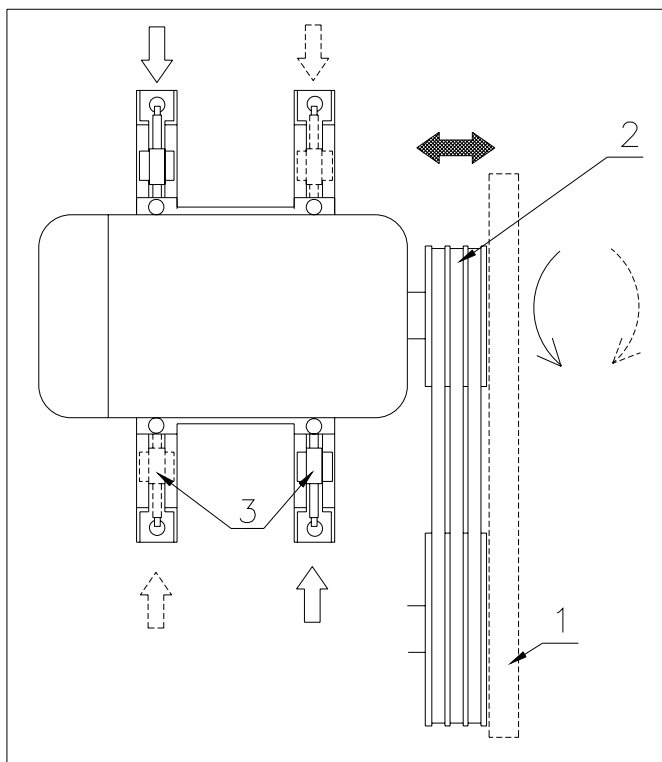

Fig. 7.7
Kontroller (etter justeringen) om begge remskivene fremdeles er i linje (se fig. 7.7).
Om nødvendig kan motorens remskive forskyves på akselen. For å gjøre dette løsnes de 3 justeringsskruene i navets klemhylse litt løs og trykkes remskiven mot motoren. Hvis remskiven og klemmehylsen sitter løst fra hverandre, kan skiven forskyves på motorakselen. Sett remskiven i riktig stilling og stram justeringsskruene. Kontroller opprettingen på nytt, for mens klemmehylsen skrues fast kan remskiven forskyve seg litt. Hvis motorakselen ikke er parallell med pumpeakselen, kan motoren vris som vist i fig. 7.7. For å gjøre dette løsnes motorboltene litt og justeres motoren med strammerne (3). Om nødvendig kan en av strammerne på motorens overside festes i strammeskinnen for å oppnå ønsket resultat. Pass på at kileremmene er riktig strammet!